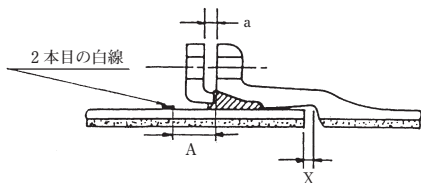

図9 接合状態の確認
- (1) 図9に示すように押輪と受口端面の間隔 $a$ を4箇所測定し、最大値－最小値 $\leq 5\text{mm}$ (同一円周上)であることを確認する。
- (2) (1)項で最大値－最小値 $> 5\text{mm}$ (同一円周上)の場合は、継手を解体し点検・確認を行い再度接合する。この場合、ゴム輪は新しいものと交換する。
- (1) 図9に示したように受口端面から2本目の白線までの間隔 $A$ を4箇所測定し、その値が表4の値であることを確認する。
- (1) 図9に示した胴付間隔 $X$ を4箇所測定し、表2に示した許容胴付間隔以下であることを確認する。
- (2) (1)項で胴付間隔 $X$ の値が表2に示した許容胴付間隔を越える場合は、継手を解体し、再度接合する。この場合、ゴム輪は新しいものと交換する。